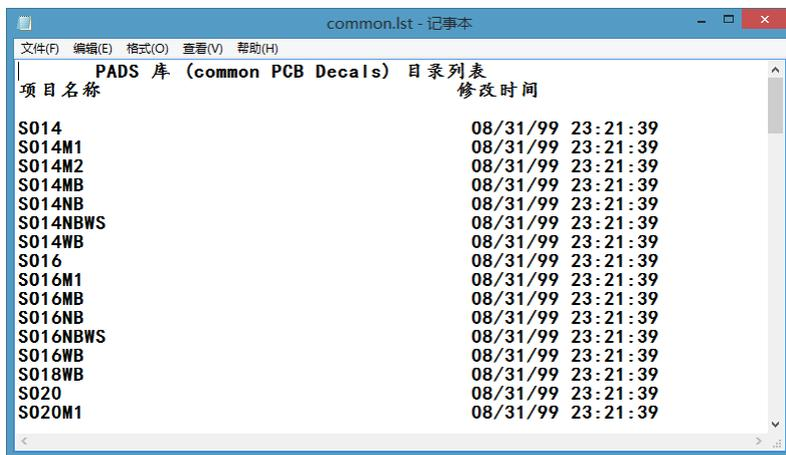

图 9-50 报告清单
(9) “列表到文件”按钮 单击该按钮，则会显示选择的库中的元器件封装及元器件类型的修改时间，如图 9-50 所示，可以使用通配符及其公式进行过滤。